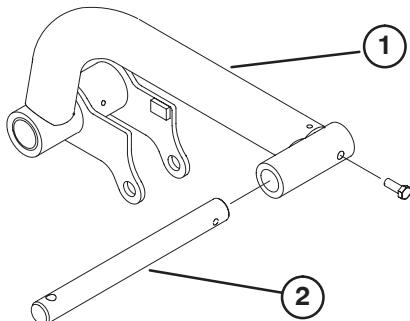

Bild 9
- Setzen Sie eine Gelenkstange in jeden Hubarm (rechts und links) ein und richten Sie die Befestigungslöcher aus (Bild 9).